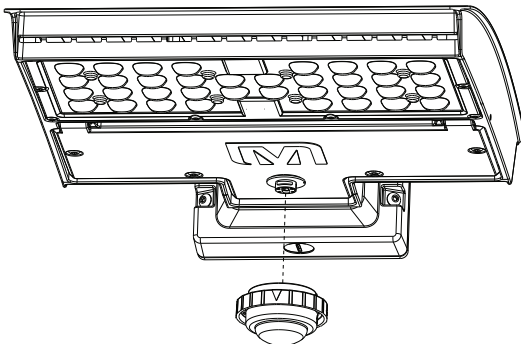

FIG. 3
3. Branchez le noeud de commande c-Max™ dans le réceptacle USB-C (voir la FIG. 3).